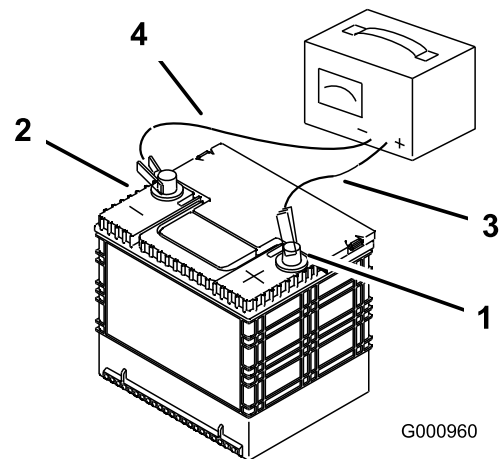

Figura 47
2. Cuando la batería esté completamente cargada, desconecte el cargador de la toma de electricidad, luego desconecte los cables del cargador de los bornes de la batería (Figura 47).